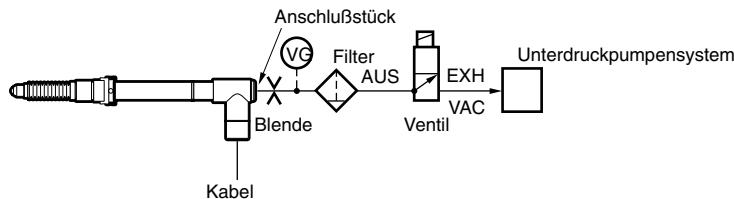

Abb. 1 Druckluftsystem
- Für den Betrieb des Meßgeräts DG805FLM/DG805FLE, DG810FLM/DG810FLE, mit einer Unterdruckpumpe ist das Druckluftsystem entsprechend Abb.1 anzugeben. Der optimale Druck liegt bei 40 bis 66,7 kPa. Darüber hinaus ist eine Blende (siehe Abb. 2) am vom Druckluftheberanschluß kommenden Rohr anzubringen, um die Luftansaug- und ausstoßgeschwindigkeit zu steuern. Der Meßfühler wird beim Luftausstoß zur Unterdruckpumpe gehoben.